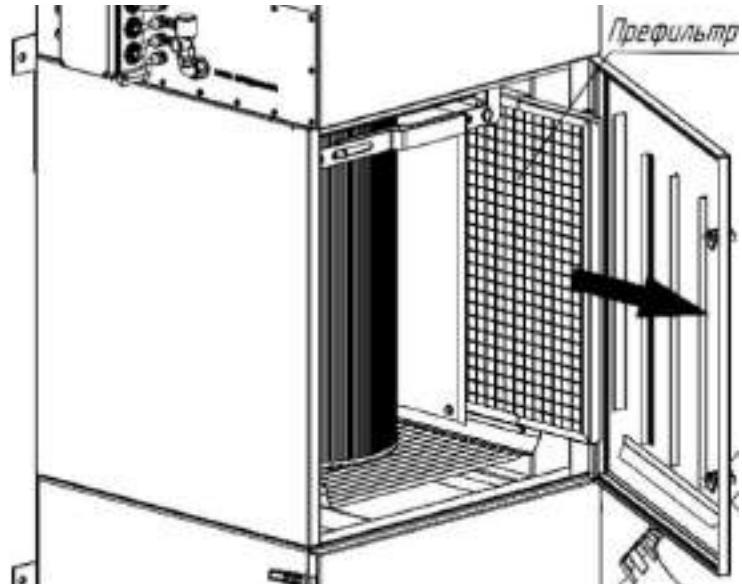

Рисунок 12
- 1) демонтировать люк на боковой стенке фильтра (рисунок 12);